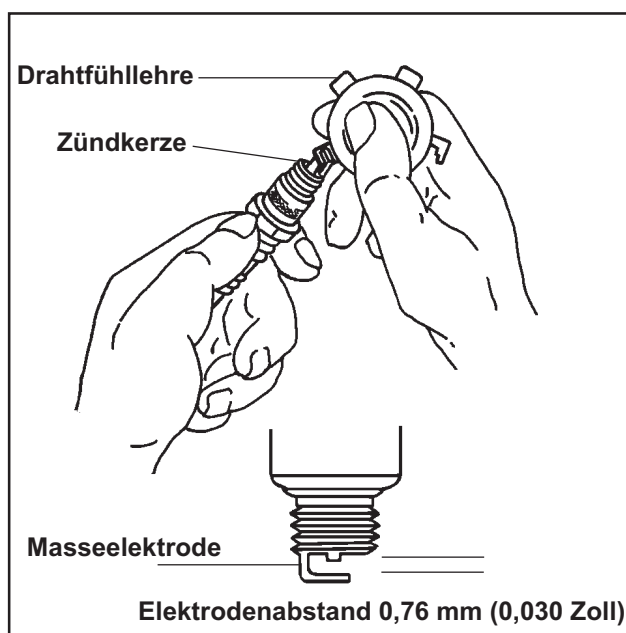

Abbildung 8-1. Wartung der Zündkerzen.
3. Den Elektrodenabstand mit einer Drahtfühllehre kontrollieren. Den Elektrodenabstand auf **0,76 mm (0,030 Zoll)** einstellen, indem die Masseelektrode vorsichtig gebogen wird. Siehe Abbildung 8-1.